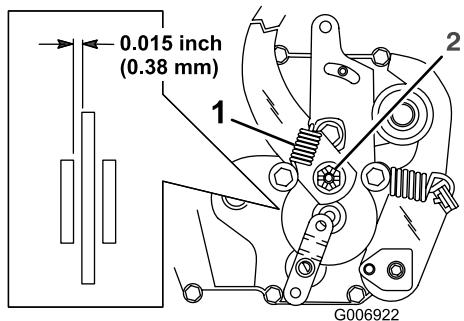

Figure 31
Le frein de stationnement se trouve du côté droit de l'essieu arrière, à l'intérieur du pneu arrière (Figure 31). Si le frein de stationnement ne reste pas serré correctement, réglez-le.
2. Déposez le ressort du bras de frein (Figure 31).
3. Enlevez la goupille fendue qui retient l'écrou de réglage du frein et desserrez légèrement l'écrou (Figure 31).
4. Insérez une jauge d'épaisseur de 38 mm entre le disque de frein et la rondelle de frein (Figure 31).